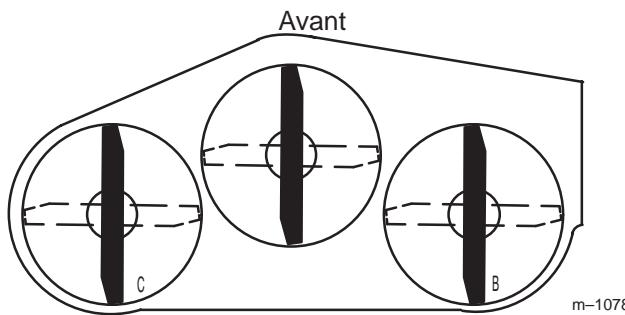
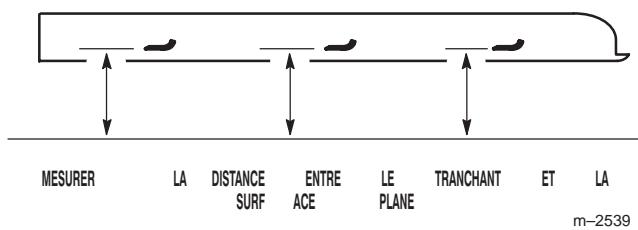

Figure 64
Figure 65
1. Tournez la lame droite à 180° (Fig. 64).
2. Mesurez la distance au point **B** (Fig. 64) entre la surface plane et le tranchant de la pointe de la lame droite (Fig. 65).
4. Tournez la lame gauche à 180° (Fig. 64).
5. Mesurez la distance au point **C** (Fig. 64) entre la surface plane et le tranchant de la pointe de la lame gauche (Fig. 65).